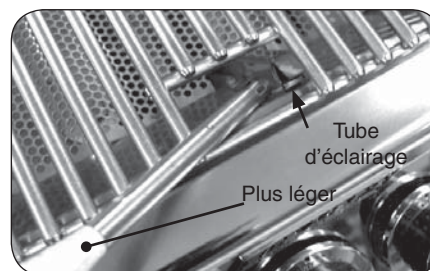

Fig. 12-2 - Éclairage manuel
**ATTENTION:** Attendez toujours cinq (5) minutes le gaz pour se dégager après que n'importe quelle tentative non réussie d'éclairage.
2. Passez un allumeur brûlant de butane de long-baril ou une allumette brûlante de long-tige dans la grille à cuire s'ouvrant au dessus du tube d'éclairage. (Fig. 12-2). Pour des backburners, tenez la flamme contre le matériel perforé du backburner.
4. Si le brûleur ne s'allume pas, enfoncez immédiatement le bouton et tournez la valve à AU LOIN. ATTENDEZ CINQ (5) MINUTES avant de répéter les étapes 2 à 4 des instructions manuelles d'éclairage.